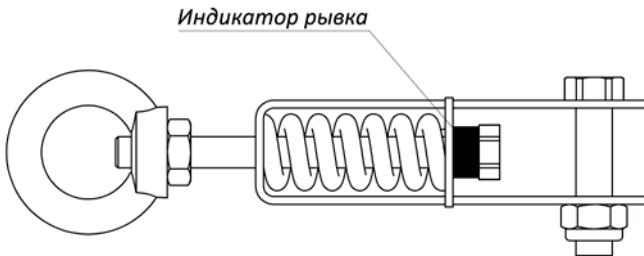

Рисунок 2
- проверить индикатор срабатывания на амортизаторе HC 1009. Отсутствие черного индикатора указывает на срабатывание анкерной линии [рисунок 2];